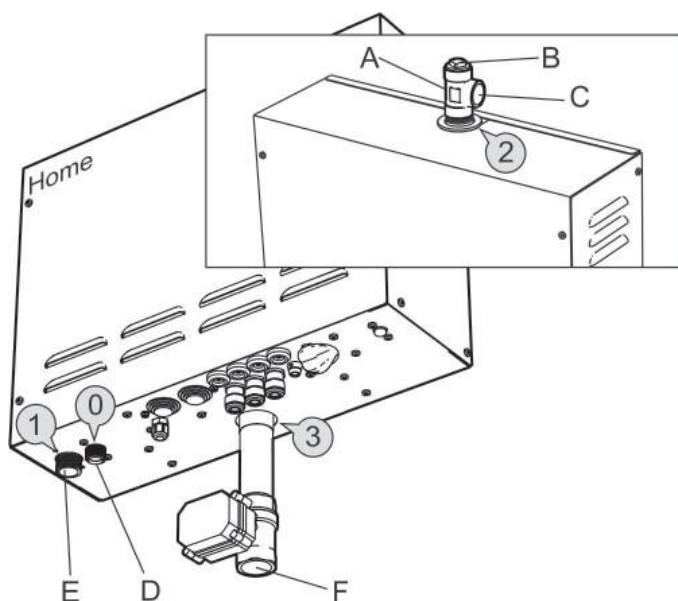

Fig. 6 Generatore di vapore di tipo HOME
Collegare l'acqua fredda alla connessione 1 (Fig. 6,7) sul generatore di vapore. La pressione dell'acqua in entrata deve essere compresa tra min. 0.2 e max 10 bar (min. 20kPa e max 1000kPa).
Montare il raccordo, con il controdado rivolto verso l'alto, all'uscita vapore 2 (Fig. 6,7) sul generatore di vapore. Collegare un tubo di rame, con un diametro interno di almeno 18 mm, al vapore del connettore uscita (C). Il tubo del vapore può avere una pendenza verso il basso verso il bagno turco o verso il generatore di vapore. In alternativa, il tubo del vapore può essere installato con una pendenza verso il basso verso il bagno turco e verso il generatore di vapore
Per il drenaggio collegare un tubo di rame di buona qualità e un diametro interno di almeno 25 mm al collegamento 3 (Fig. 6,7) sul generatore di vapore. Il tubo di scarico del generatore di vapore va portato allo scarico più vicino all'esterno del bagno turco. La temperatura dell'acqua che viene drenata è di circa 80-85°C.
Un tubo di drenaggio collegato alla valvola di sicurezza D (0) (Fig. 6 e 7) deve essere installato in direzione continuamente verso il basso e in un ambiente privo di gelo.